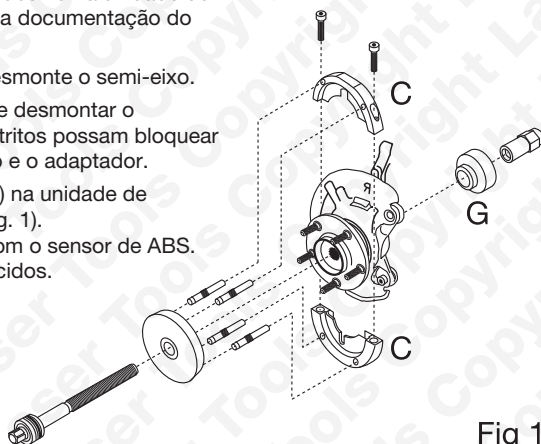
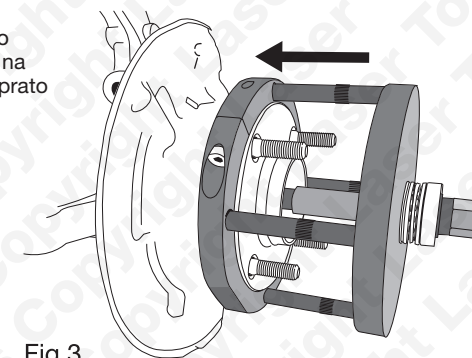
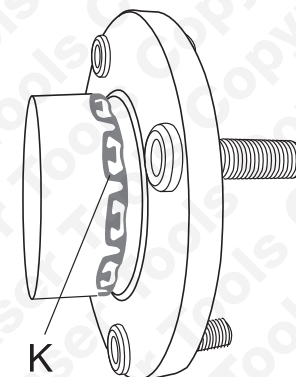

Fig 1
Fig 3
Fig 4
- Monte as meias-luas de desmontagem (C) na unidade de flange/rolamento; consulte o esquema (Fig. 1). Tenha cuidado para alinhar os entalhes com o sensor de ABS. Fixe os parafusos de montagem (D) fornecidos.
- Monte as quatro cavilhas de tracção (E) no prato de tracção (B). O anel de vedação em borracha na cavilha de tracção irá fixá-la no receptáculo do prato de tracção.
- Monte o adaptador de extracção (G) a partir da parte traseira, sobre a extremidade do parafuso de tracção. Extremidade do anel em direcção ao parafuso de tracção - consulte a fig. 1.
- Fixe a ferramenta montada com a porca do parafuso de tracção (F). Extremidade roscada longa da porca do parafuso de tracção apertada em direcção ao parafuso de tracção - consulte a fig. 1.
- Para extrair a unidade flange/rolamento, mantenha a porca de tracção (F) fixa com uma chave de 30 mm enquanto roda o parafuso de tracção com uma chave de 22 mm através de uma extensão ou cabo de roquete longo (nunca utilize ferramentas pneumáticas).
- Consultar a fig. 3: Encaixe o conjunto de cavilhas/prato de tracção nas meias-luas e monte o parafuso de tracção principal através do conjunto de cavilhas/prato de tracção.
- Encaixe o adaptador de inserção (I) a partir da traseira, sobre a extremidade do parafuso de tracção, de forma a que este encaixe na aresta exterior na traseira do suporte do cubo.
- Para comprimir a unidade de flange/rolamento, mantenha a porca de tracção (F) fixa com uma chave de 30 mm enquanto roda o parafuso de tracção com uma chave de 22 mm através de uma extensão ou cabo de roquete longo (nunca utilize ferramentas pneumáticas).
- Rode o parafuso de tracção até a unidade de flange/rolamento estar completamente assente. Se equipado, assegure-se de que os espigões do anel de retenção dentado (K) estão devidamente assentes na ranhura de retenção. Consulte a fig. 4.